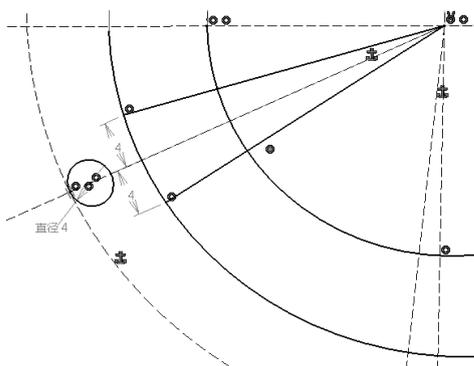

图 5-138
- 单击“圆”按钮, 绘制直径为4的小圆, 如图 5-138 所示。